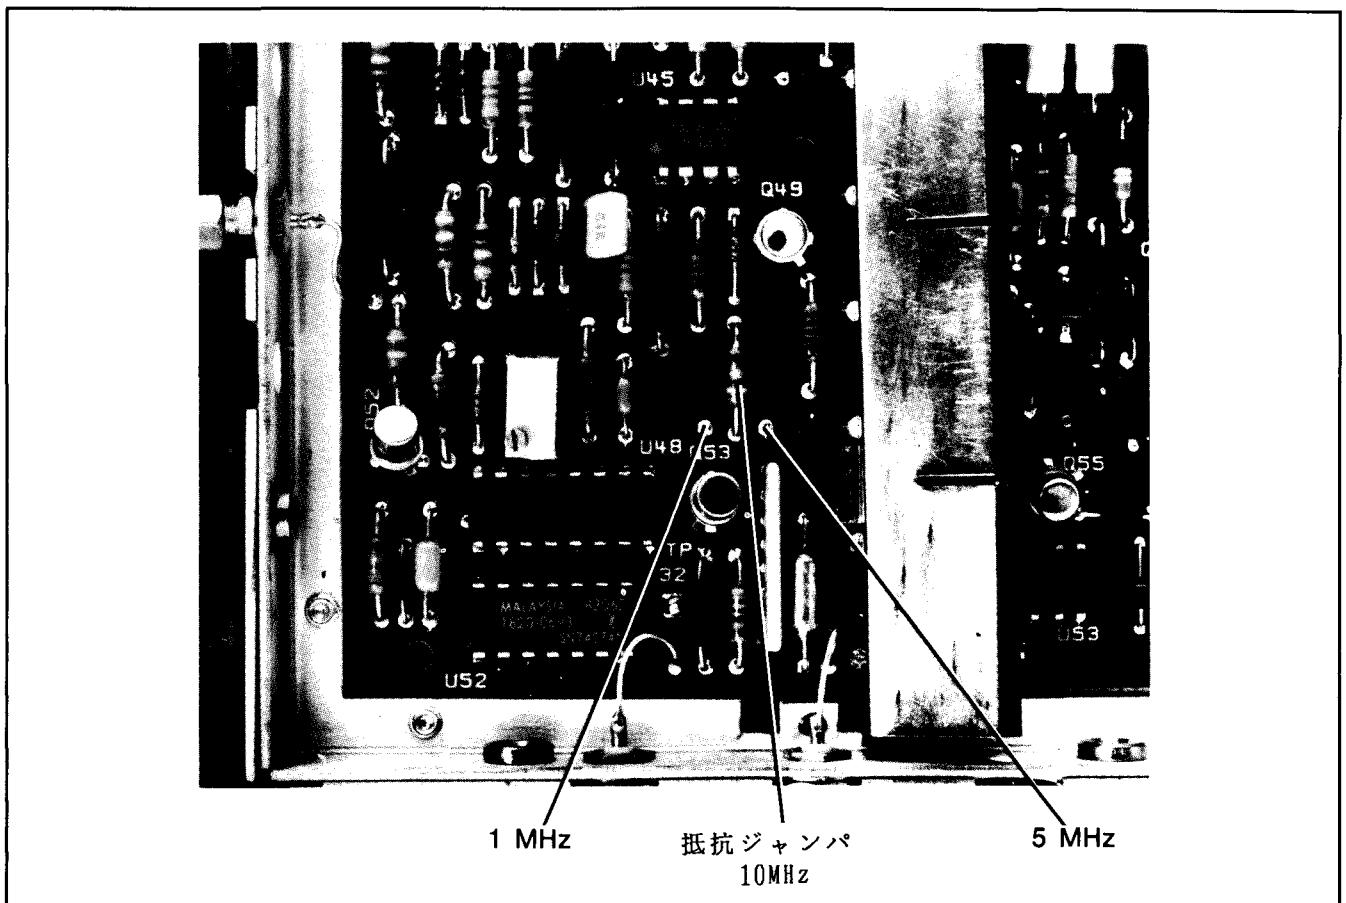
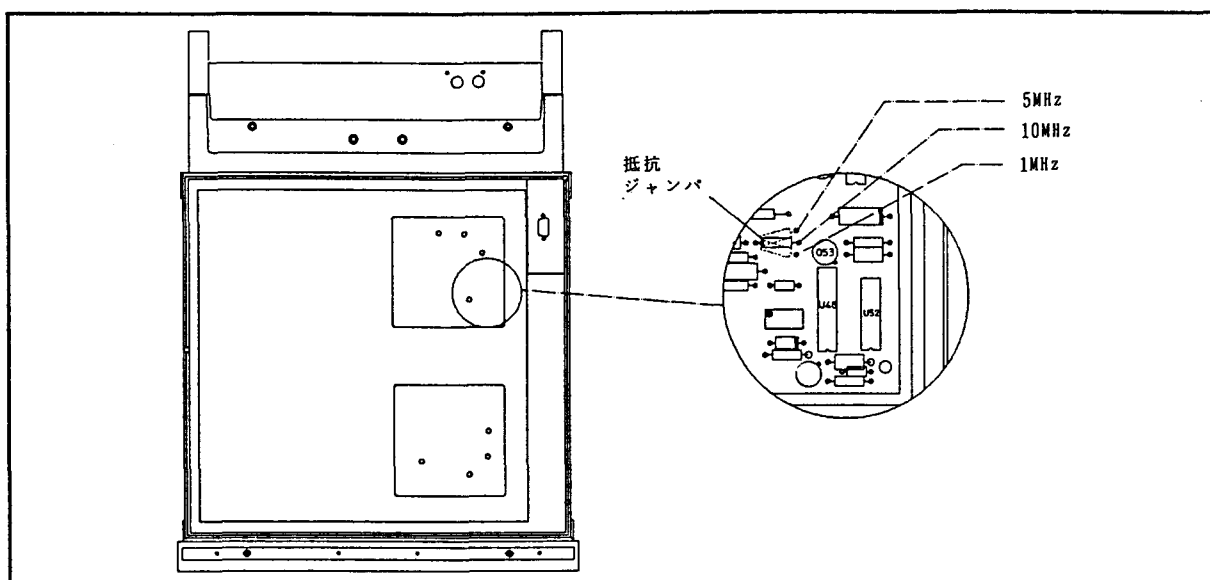

図 2-3. タイムベース・ジャンパの位置
図 2-4. HP 8657Bタイムベース選択
4. 図2-3 または図2-4 を参照してください。タイムベース選択リンク (抵抗ジャンパ) の位置を確認してください。